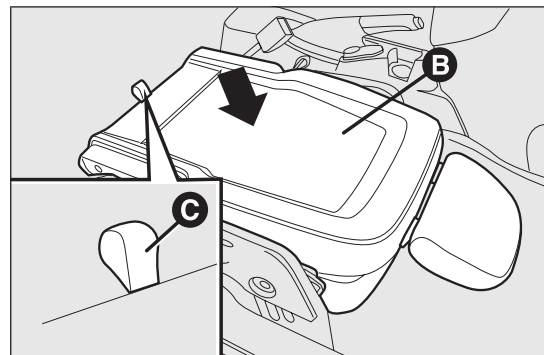

fig. 25
- ❑ agire successivamente sullo schienale B fig. 25 premendolo verso il basso: il sedile risulta così completamente ripiegato su sé stesso nella posizione "a tavolino";
- ❑ tirare la linguetta C fig. 25 e spingere ulteriormente lo schienale verso il basso: il sedile è in questo modo completamente ripiegato.
- ❑ impugnare la linguetta C fig. 25 e sollevare lo schienale verso l'alto;